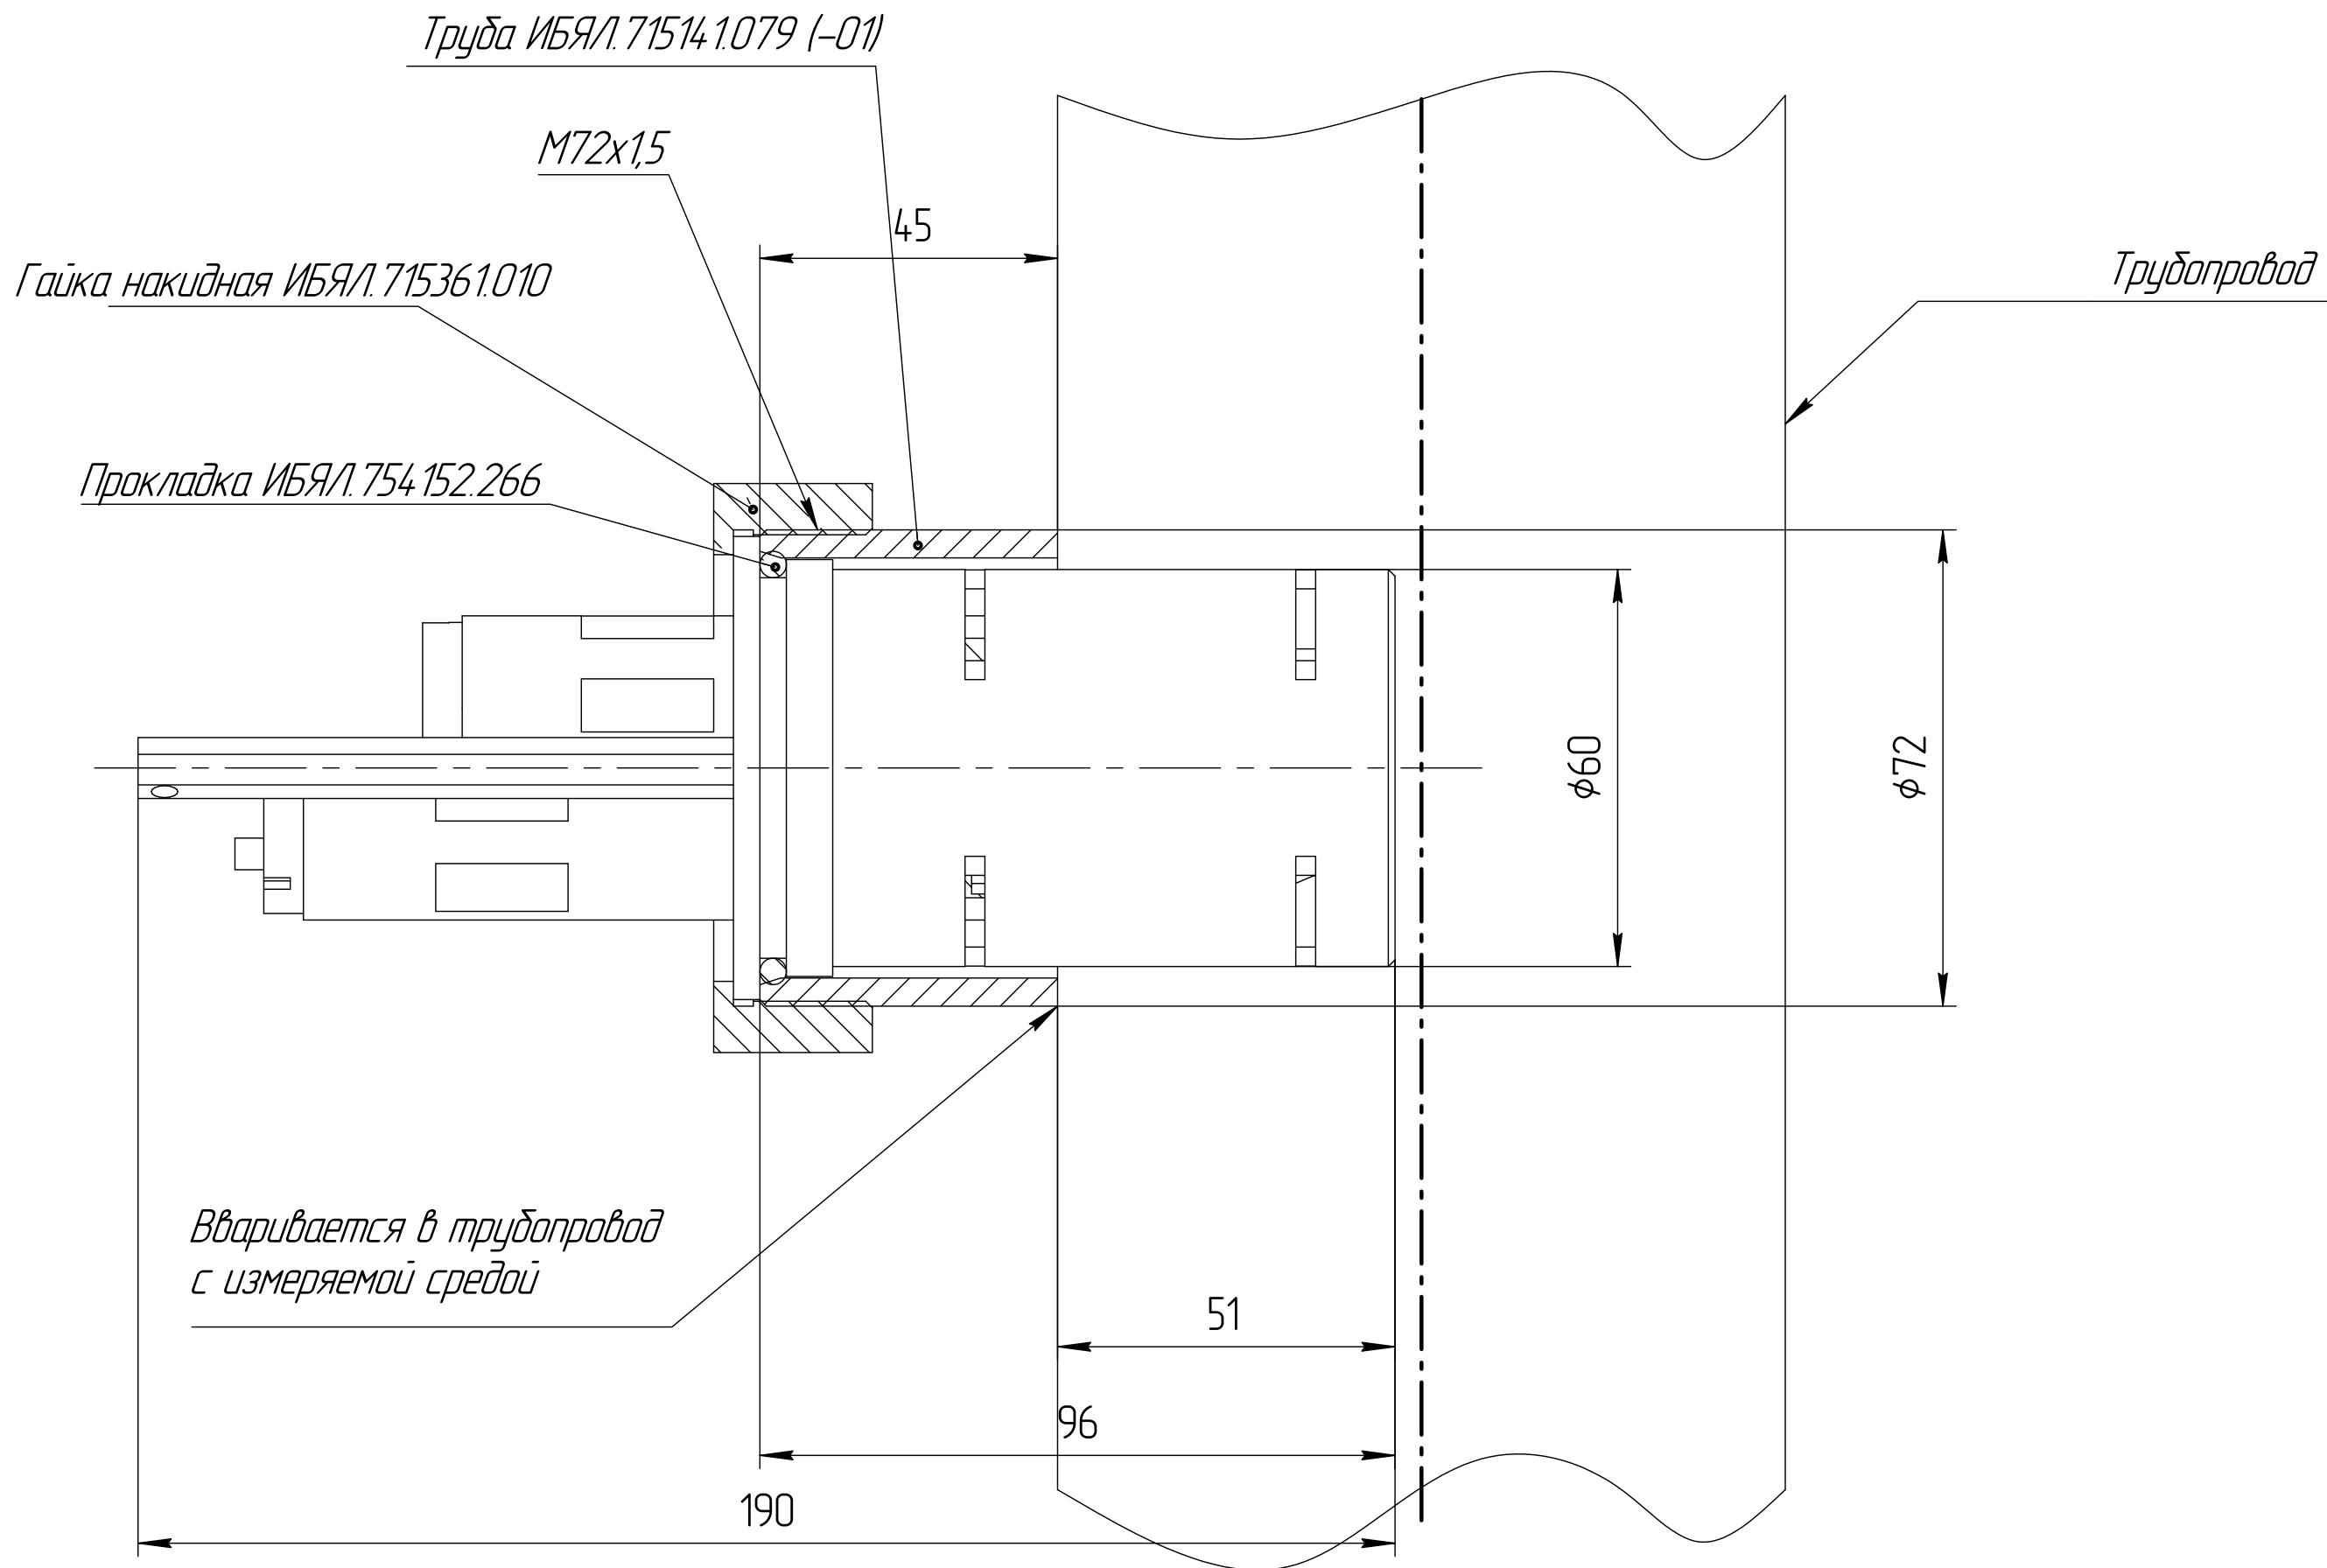

Рисунок 4.2 - Монтаж корпуса в трубопровод
4.2.2.1 Монтаж корпуса ИБЯЛ.301151.017 (с электродами и датчиком) в трубопровод осуществляется следующим образом (см. рисунок 4.2):